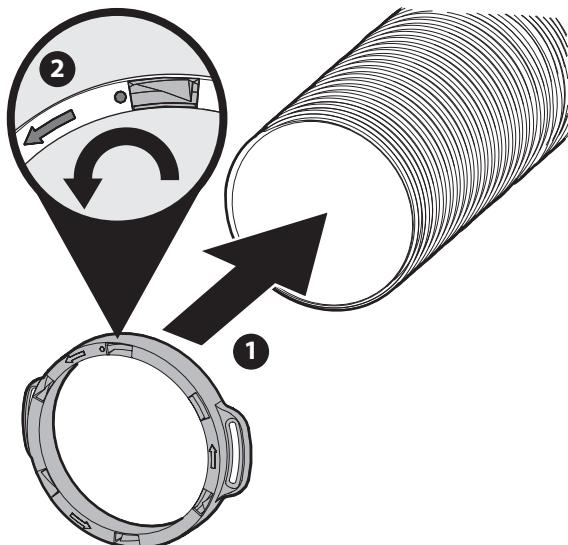

Figure 2
- Placez l'anneau sur l'extrémité libre du tube en vous assurant d'aligner le début des rainures du tube avec l'ouverture à côté du point saillant et tournez-le vers la gauche jusqu'à ce qu'il soit bien en place. Voir l'encadré de la Figure 2.